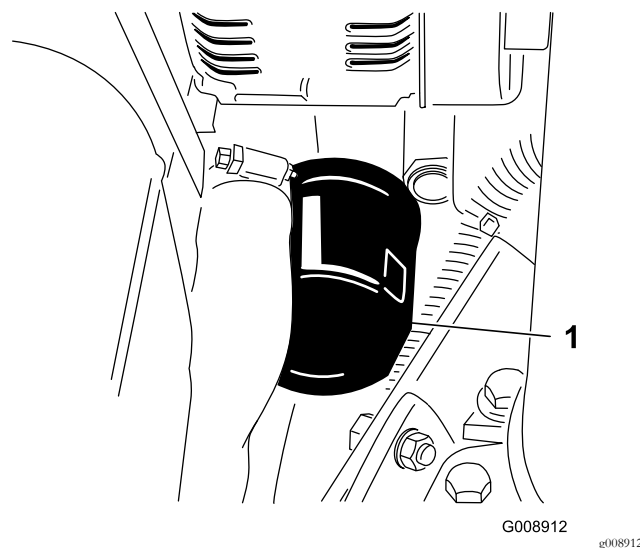

Figura 65
2. Togliete il filtro dell'olio (Figura 65).